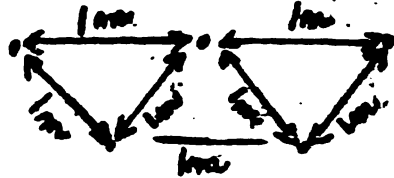

Fig. 2 Disposition triangulaire des plants de café
B. Dans les conditions pareilles à celles indiquées en A, les plants de café peuvent aussi être disposés suivant une forme triangulaire (Fig. 2).